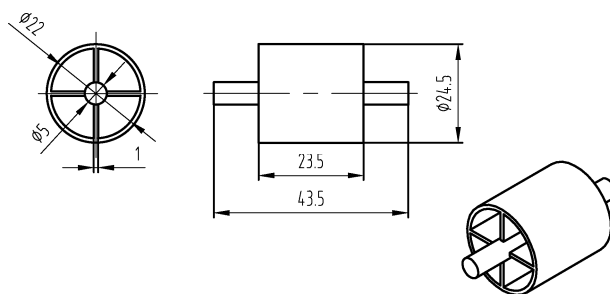

图 3-1-18 胶纸座轴芯零件图
2. 根据所给胶纸座轴芯零件图，如图 3-1-18 所示，使用 3D One Plus 软件建模，并打印胶纸座轴芯实物。